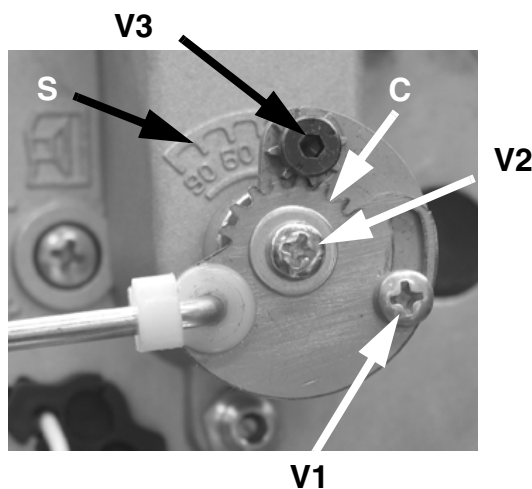

Fig. 15
- 15 Per correggere, eventualmente, la portata del gas, impostata ai punti 1 e 2 del paragrafo, allentare la vite **V1** (Fig. 15) e regolare l'angolo di apertura della valvola a farfalla ruotando la piastrina **C**, agendo sulla vite **V3** (la rotazione oraria diminuisce la portata del gas, quella antioraria la aumenta). L'indice **S** indica l'angolo di apertura.